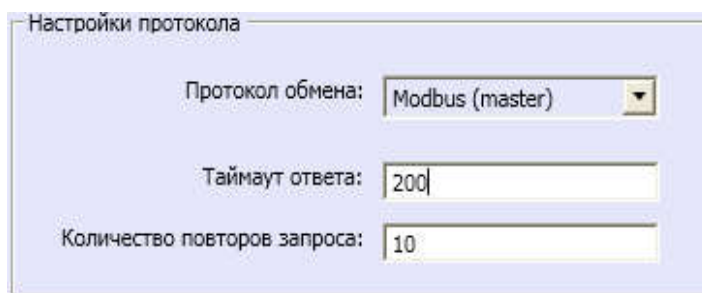

Рисунок 13. Настройки параметров обмена для режима Modbus (master).
- количество повторов запроса в случае не ответа от «slave» (рисунок 13).